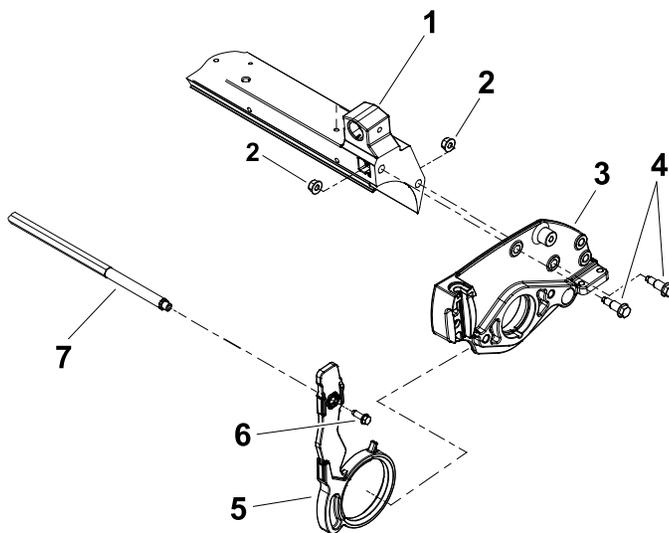

Figura 11
6. Retire el enlace transversal quitando los tornillos con cabeza de arandela que fijan el enlace transversal a los brazos de inclinación (Figura 11).
8. Retire los pernos de cuello largo y las tuercas con arandela prensada que sujetan la chapa lateral al travesaño de la unidad de corte (Figura 11).
9. Retire la chapa lateral del eje del molinete, los rodillos, la barra de asiento y el travesaño de la unidad de corte (Figura 11).
10. Retire el brazo de inclinación existente de la chapa lateral (Figura 11).